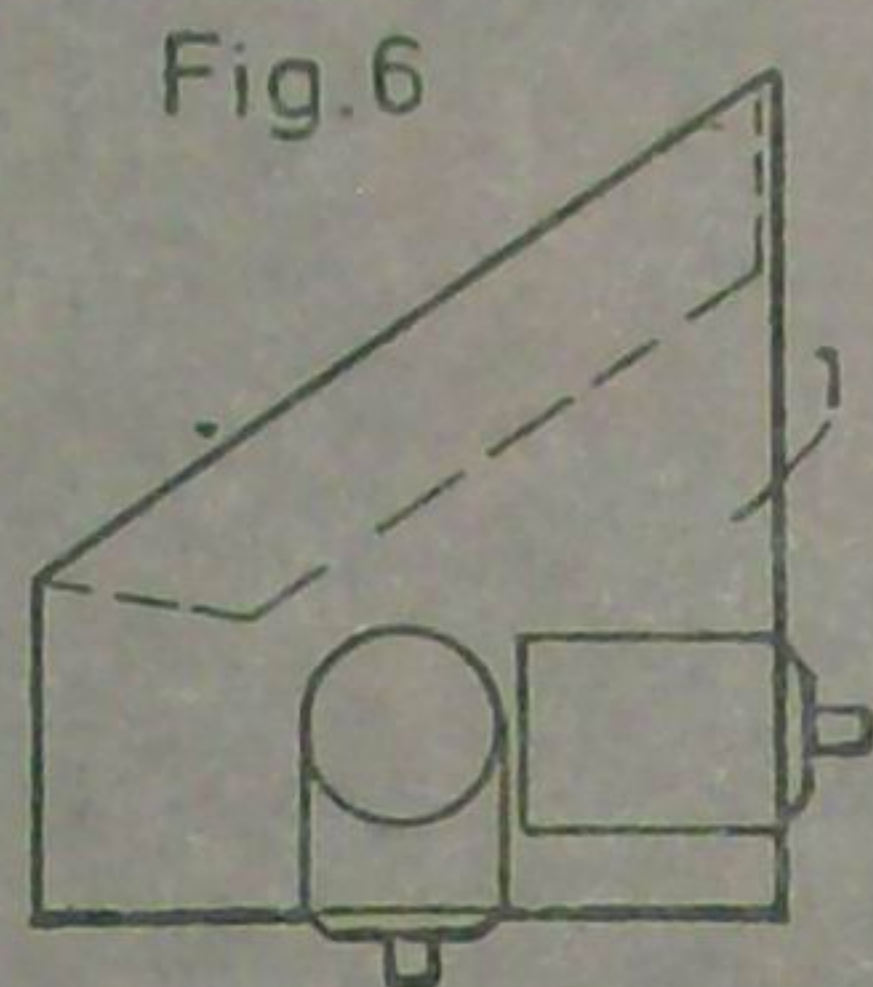
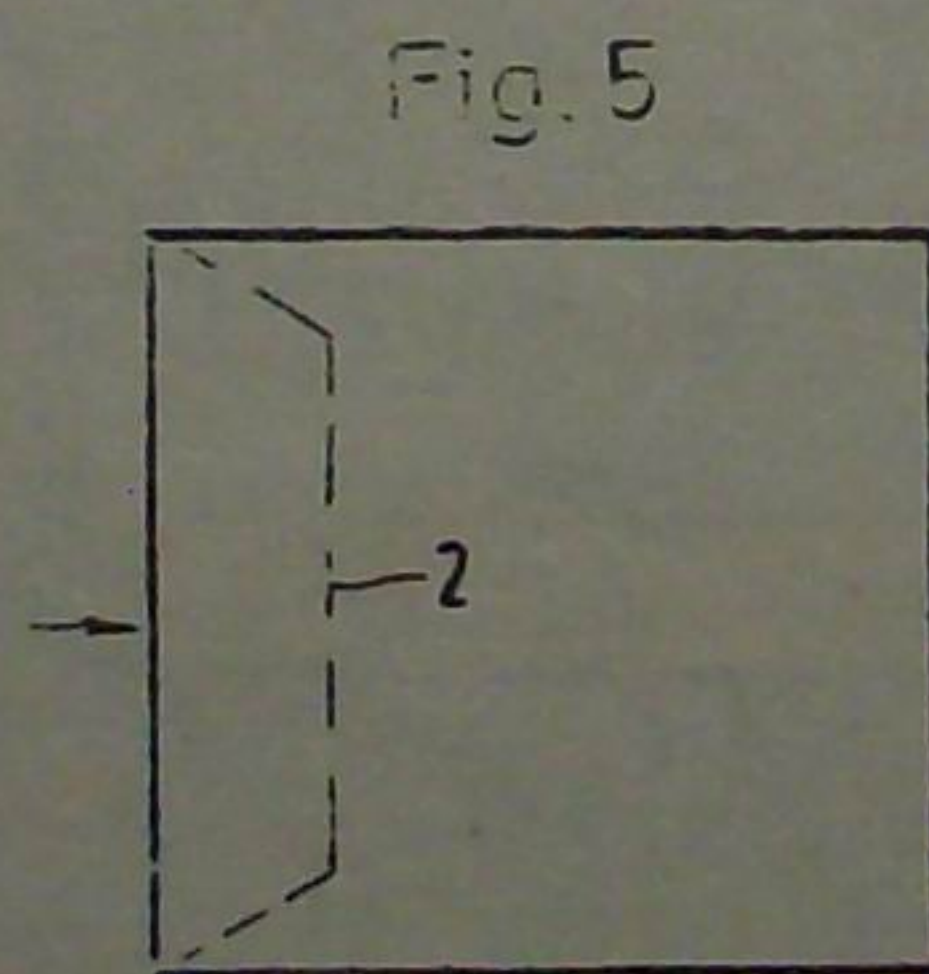

Fig. 6
Fig. 5
becuri de 12 V sau de 6,3 V, cu tensiune alternativă de la alimentatorul din fig. 5. Modul de legare a becurilor este ilustrat în fig. 6 unde este arătat un releu care, prin contactele sale, alimentează un grup de 4 becuri. Această variantă este valabilă și pentru becuri de 12 V.
Transformatorul de rețea din fig. 5 se construiește pe un miez cu secțiunea de 8 cm² unde în primar are 1500 spire CuEm 0,2 iar în secundar are 63 de spire pentru 9 V și încă 21 de spire pentru 12 V (deci în total 84 de spire) din CuEm 0,7.
sau (5) (fig. 6 și 7). Motoarele, cuplate la sursa de electricitate vor roti elicea. În cel de-al doilea caz, prin acțiunea vântului asupra elicelor, acestea se vor roti și vor antena un mic „generator” de tipul celor de la biciclete.